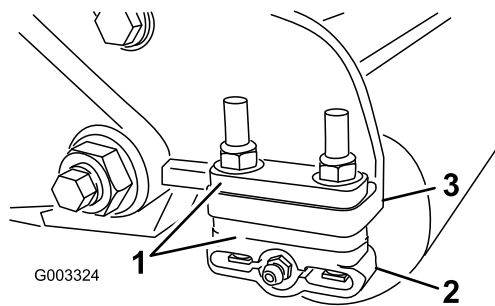

Figura 11
1. Ajuste los soportes del rodillo trasero (**Figura 11**) al intervalo de alturas de corte deseado colocando la cantidad necesaria de espaciadores debajo de la brida de montaje de la chapa lateral (**Figura 11**), según lo indicado en la Tabla de alturas de corte.